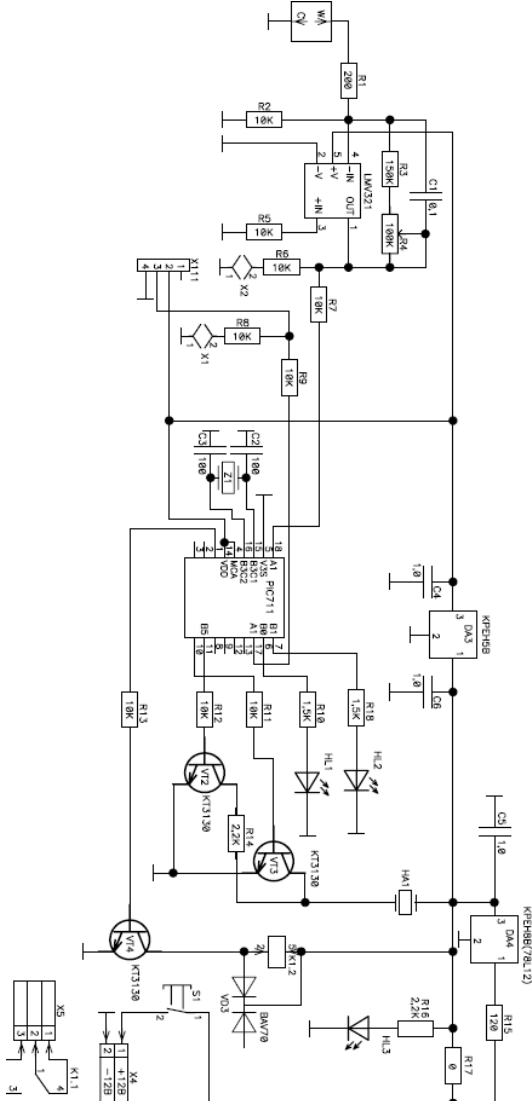

рис.6
2.6. В ГС «Мак-С-2М» выпуска до 2008 г. используется единая плата с цифровой и аналоговой частью для каналов СО и СН₄. Принципиальная схема показана на рис. 6, расположение элементов – на рис. 6а. С 2008 г. конструкция ГС изменена и выпускается 2 варианта: в едином корпусе и с выносным датчиком СН₄. Для обоих вариантов используется плата с цифровой частью и каналом СО, к которой присоединяется с помощью разъёмов или в выносном датчике плата канала СН₄ типа С-ТК-2.
рис.6а